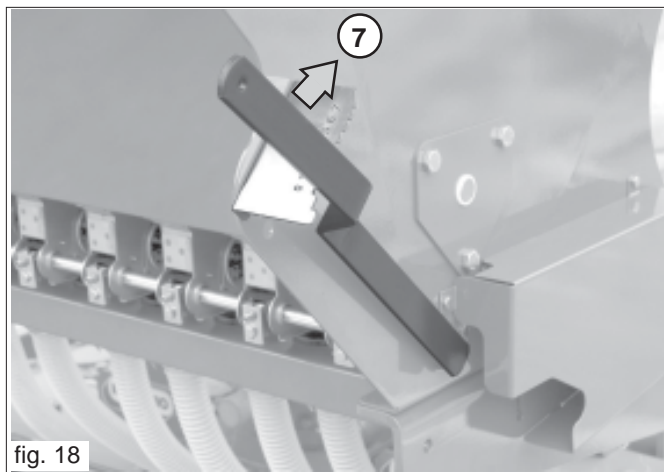

fig. 18
- Bei größeren Mengen wird empfohlen, die Kurbel am Antriebe zu verwenden, um die Rührwellenachse zu drehen und um somit die abgegebene Menge zu kontrollieren. Bei kleineren abzulassenden Mengen ist der Dosiererhebel über die Position 7 hinaus zu verschieben (Abb. 18).